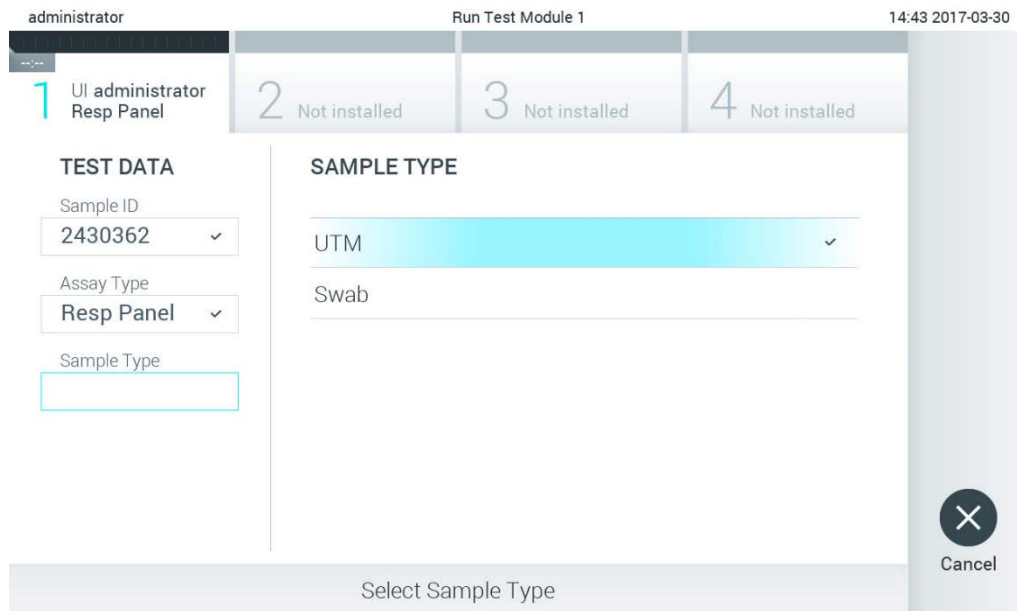

Figura 25. Selectarea tipului probei.
4. Dacă este necesar, selectați tipul de probă corespunzător din listă (Figura 25).